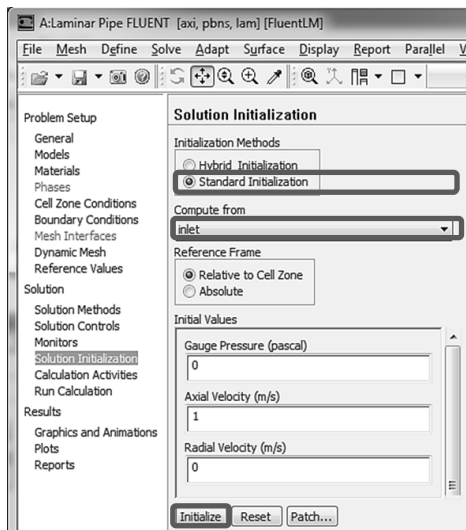

Рис. 1.47
- 4) Кликаем Initialize, рис. 1.47.